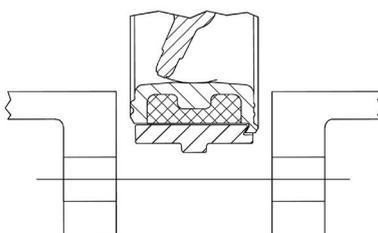

fig. 2
- Si introduce la válvula entre las bridas y posteriormente las bloquea, el disco debe mantenerse en una posición ligeramente abierta, sin exceder los bordes de la válvula (fig. 2).